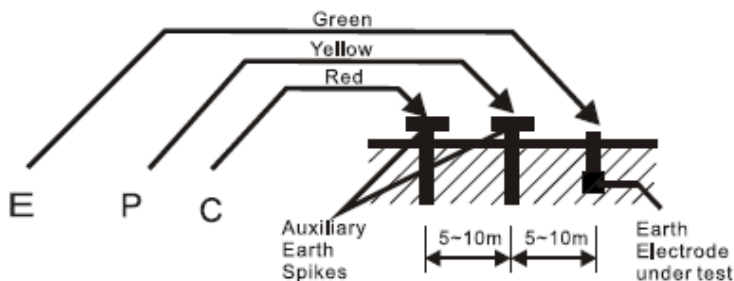

Fig.1
- (1) Verbind het groene, gele en rode meetsnoer met de klemmen E, P en C van het toestel en steek de hulpaardingspinnen P1, C1 op een rechte lijn in de aarde (Fig.1).
- (2) Zet de functieschakelaar in het gewenste bereik, druk op de testknop en noteer de uitlezing.
Maak een correcte verbinding zoals geïllustreerd in Fig1.